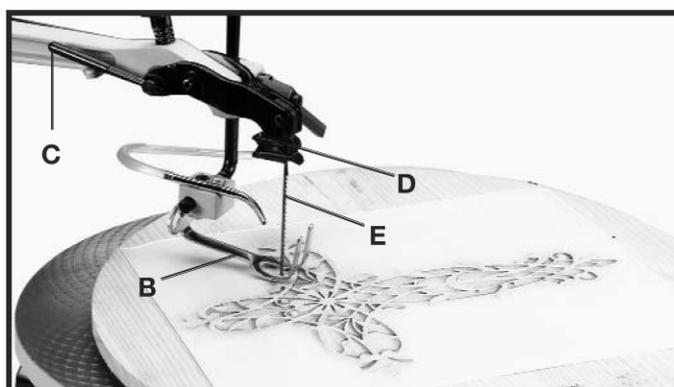

Fig. 37
Coloque a lâmina (E) Fig. 37 de volta no prendedor superior da lâmina e aperte a lâmina movendo a alavanca (D) para frente. Mova a alavanca de tensão (C) para trás, conforme demonstrado, e abaixe a sapata fixadora da mola (B). Você está pronto para realizar o próximo corte interno.